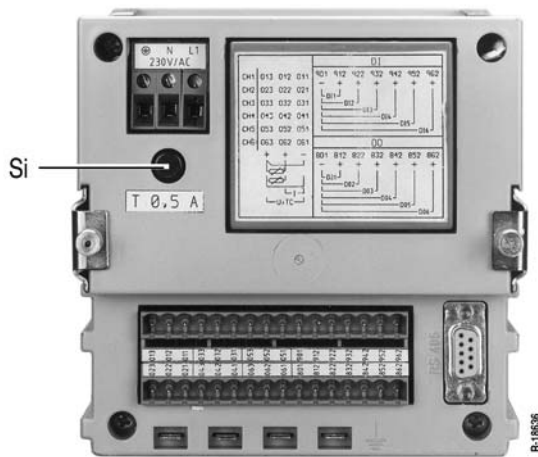

Bild 20 Sicherung *Si* ersetzen
5.1 Sicherung ersetzen (siehe Bild 20)